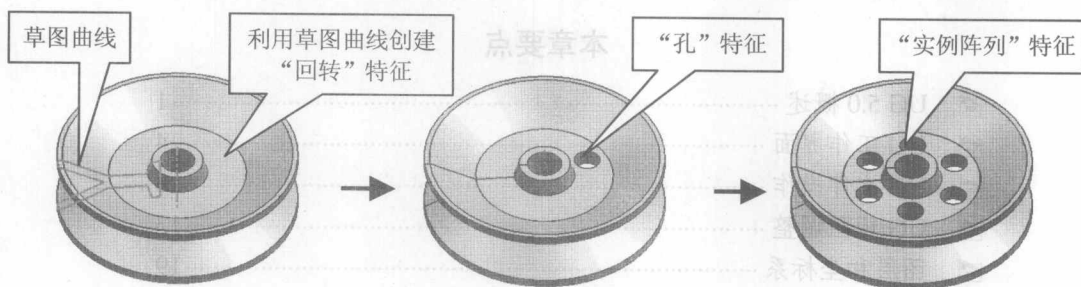

图 1-2 利用特征创建零件模型
- ❏ **基于特征的建模方法：**用户可以通过按顺序定义若干特征来创建零件模型，形象直观并能用参数驱动。例如，在图 1-2 中，便是依次创建“回转”、“孔”、“实例阵列”特征，最终生成零件模型。